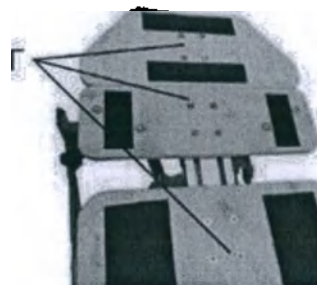

Рис.100
2) Регулировка модулей по высоте и ширине (рис.100)